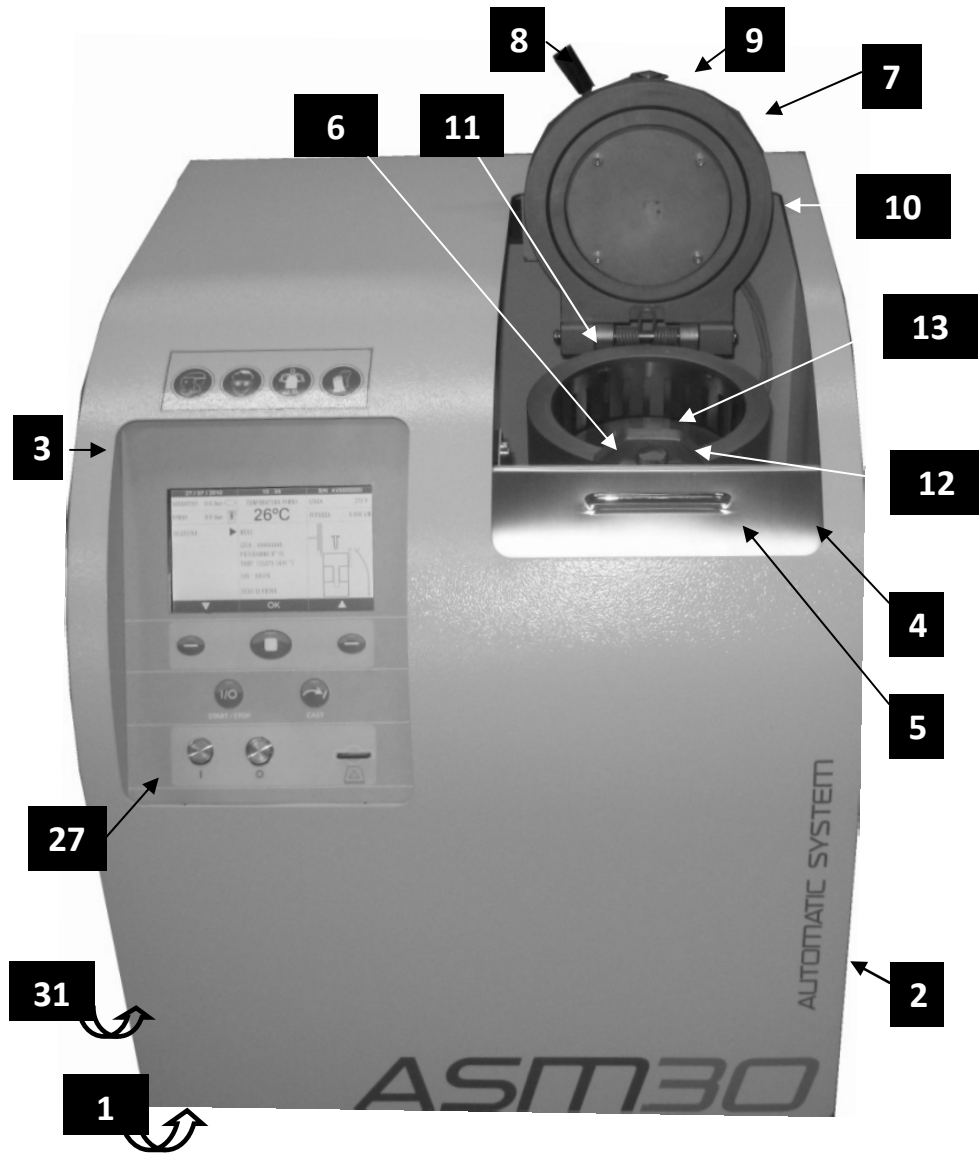

Fig. 1
- Un châssis qui supporte toutes les pièces (Pos.1 Fig.1).
- Un élément mobile (Pos.2-Fig 1), démontable, muni de porte latérale (Pos.3-Fig.1), qui permet la visite des composants électriques et pneumatiques et d'une porte supérieur (Pos.4-Fig.1), qui protège l'opérateur pendant le cycle automatique.
- Un four (Pos.6, Fig.1) muni de couvercle avec une fermeture (Pos.7, Fig.1).
Dans la partie antérieure gauche du meuble il y a un tableau de commande (Pos.27, Fig.1), qui comprend les cartes électroniques, les boutons de marche arrêt, les commandes pour la gestion des fonctions , le display en couleur et la prise pour la connexion avec la SD .